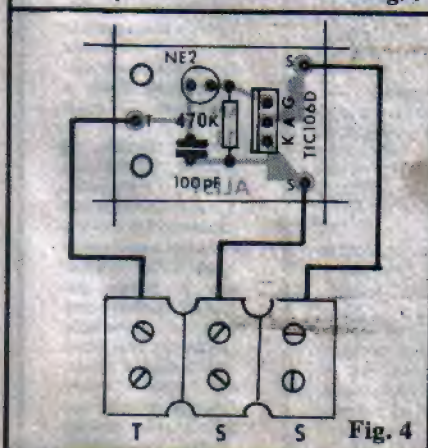

Fig. 4
- **FIG. 4** - Diagrama da montagem. A plaquinha agora é vista pelo lado não cobreado, já com seus (poucos) componentes posicionados. ATENÇÃO à posição do SCR (TIC106D), com sua lapela metálica voltada para o centro da placa. Esse componente é polarizado e, se for ligado invertido, o circuito não funcionará (além de ocorrer dano ao próprio componente). A figura mostra também as conexões externas à placa, levadas a um conjunto de conectores parafusados (3 segmentos) que servirão para a instalação final do ALIST. Observar a codificação adotada para identificação desses conectores externos, comparando-a com a existente nas respectivas ilhas periféricas da plaquinha. Terminadas as soldagens e conexões, antes de se cortar as sobras de fios e terminais (pelo lado cobreado), é bom conferir tudo com atenção, inclusive verificando a qualidade dos pontos de solda.